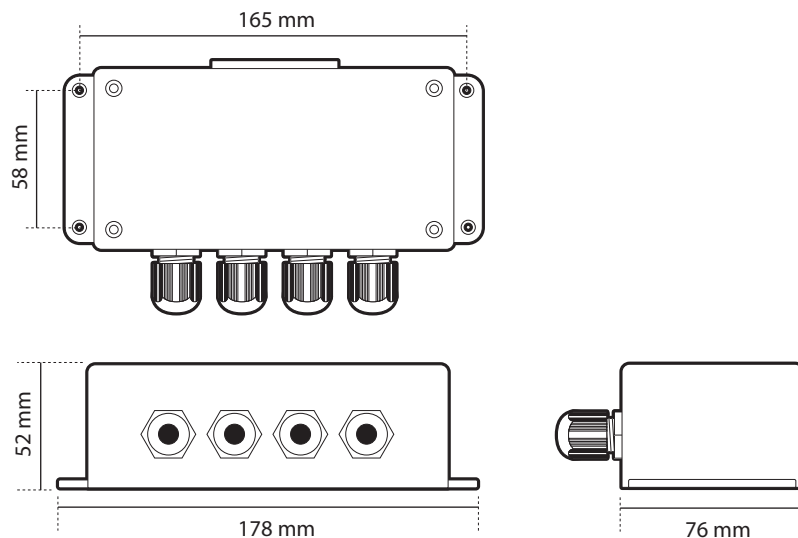

Abbildung 37 Abmessungen des Anschlusskastens
- Für das Verlegen der Kabel sollte um den AIS-Anschlusskasten herum ausreichend Platz vorhanden sein. Weitere Informationen zu den Abmessungen des Anschlusskastens finden Sie in Abbildung 37.